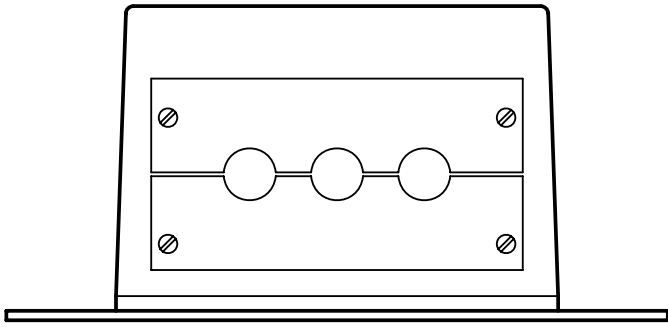
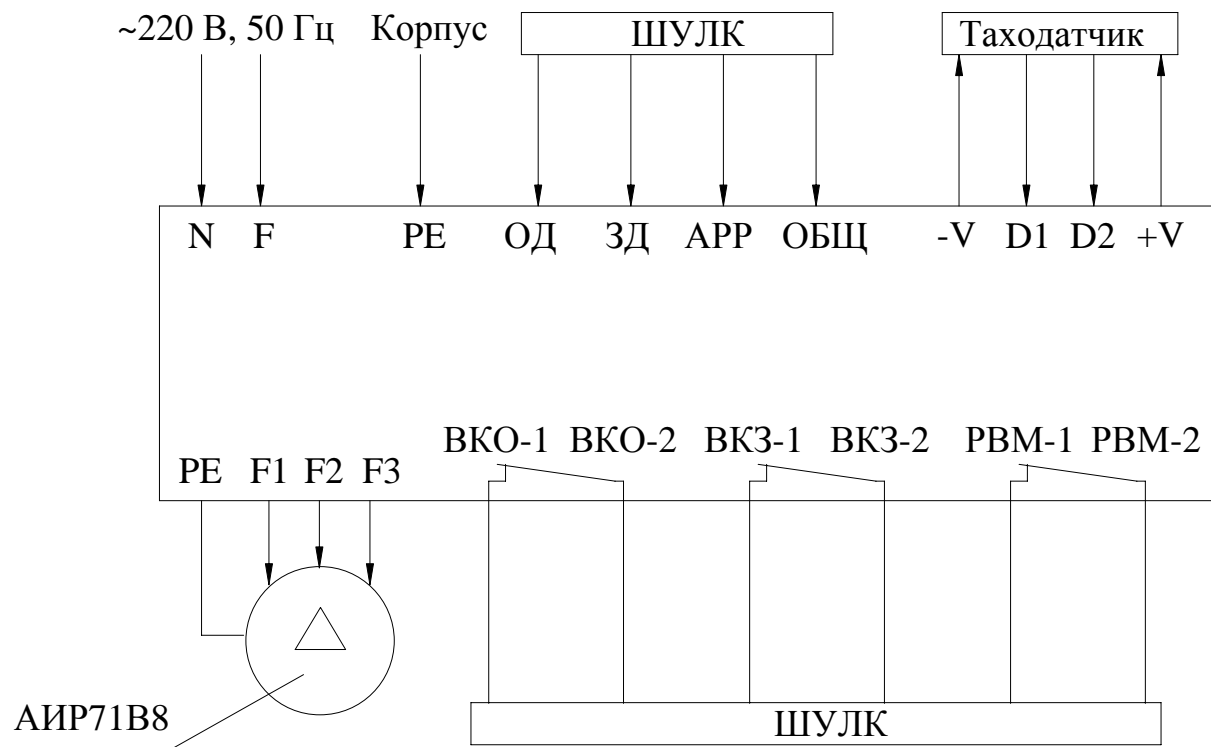
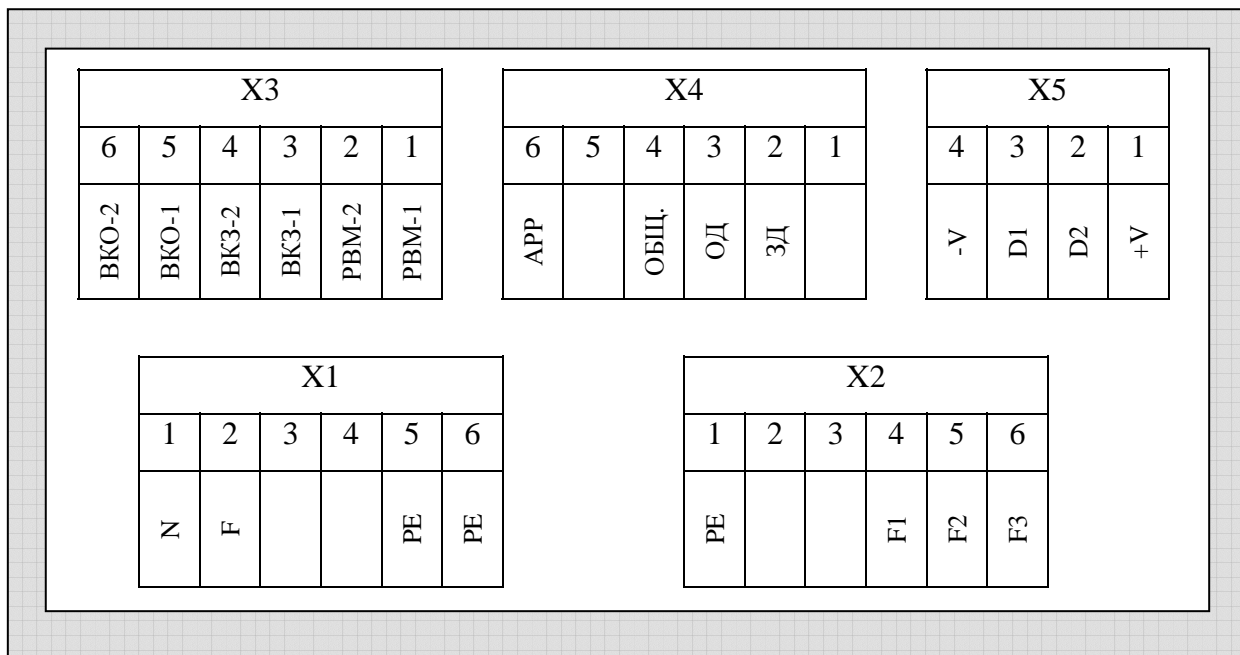

Рис.1. Габаритно-присоединительные размеры *Устройства*.
Рис.2. Блок-схема подключения внешних контактов БУАД-4-29.
Рис. 3. Схема подключения внешних контактов БУАД-4-29.
Габаритно-присоединительные размеры *Устройства* приведены на **рис.1**.
На **рис.2** показана блок-схема подключения внешних контактов *Устройства*. На **рис.3** показаны и подписаны отдельные контакты каждого из разъемов *Устройства*.
3.4.1. Внешние контакты для станции ШУЛК (см. рис. 2, 3):
Узел подключения внешних коммуникаций состоит из заглушки для крепления пластмассовых или металлических рукавов (**рис.1, вид А**) и разъемов для подсоединения шин сетевого питания, цепей выходных напряжений для электродвигателя, цепей управления работой устройства, цепей подключения таходатчика (**рис.2, 3**).